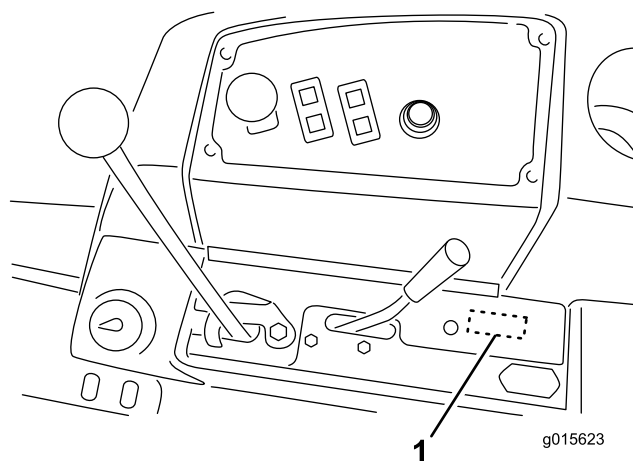
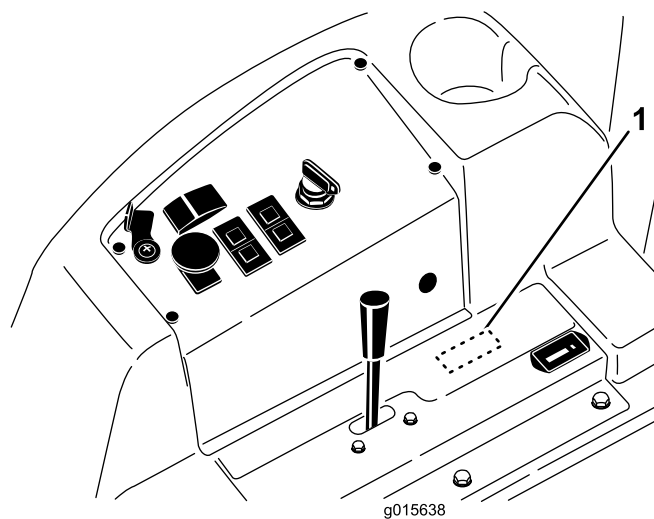

Bild 8
Bild 9
17. Entfernen Sie die Blende unter dem Aufkleber im unteren Armaturenbrett (Bild 8 und Bild 9).